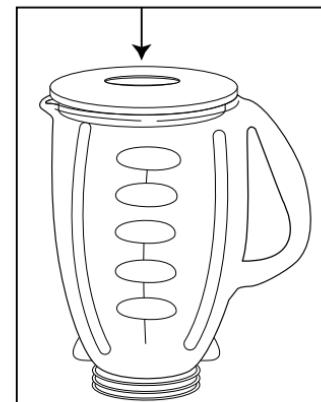

FIGURA 6
- No retire la tapa con el electrodoméstico en funcionamiento. Retire la copa de alimentación para agregar ingredientes más pequeños. (*Figura 6*)